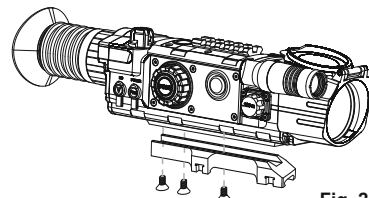

Fig. 2
- Con los tornillos y la llave hexagonal junte el montaje a la base del visor (**Fig. 2**).